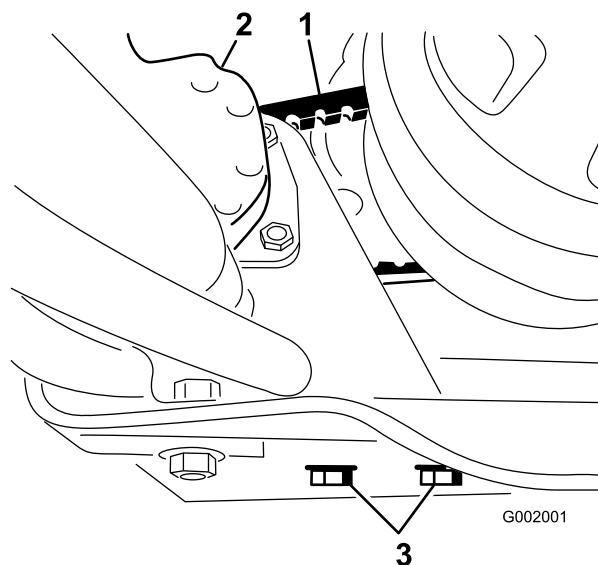

図 64
2. ステアリング・ポンプの取り付けボルトをゆるめる (図 64)。